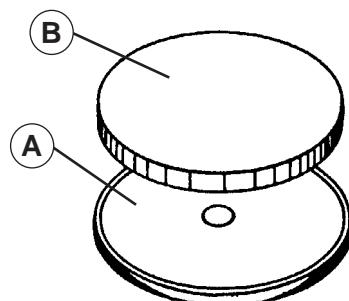

FIG. 4
• PLATO PORTA-FIELTRO (VER FIG.4) :
- Limpiar la cara de apoyo del plato (A)
- Cubrir el fieltro (B) de cola "Contact".